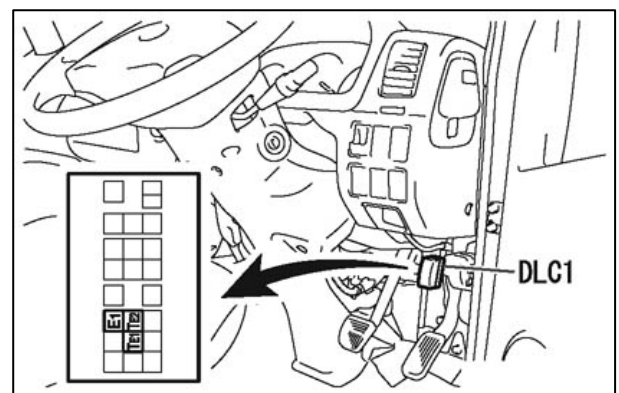

図5
- DLC1 の TE1、TE2 および E1 端子を短絡する。(図5参照)
- d. DLC1 の TE1、TE2 および E1 端子を短絡してあることを確認する。(図5参照)